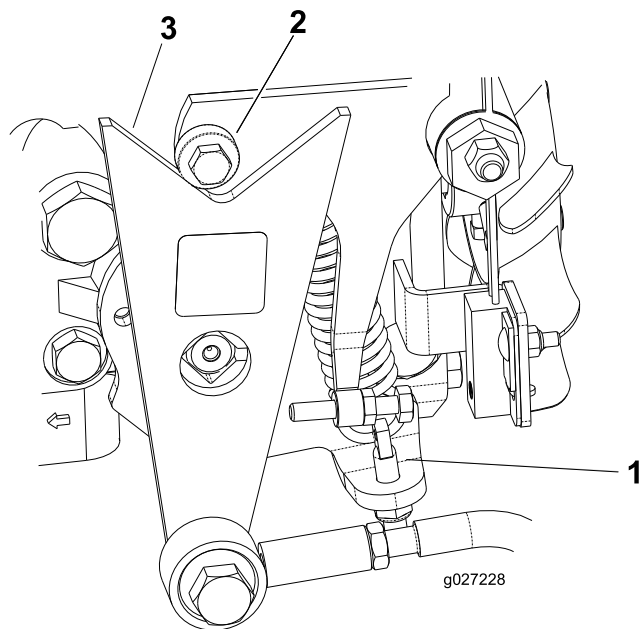

Рисунок 43
- Если колеса вращаются в правильном направлении, заглушите двигатель и отрегулируйте контргайку регулировочного штифта пружины (Рисунок 43). Отрегулируйте нейтральное положение привода тяги; см. Регулировка нейтрали привода тяги \(страница 33\).